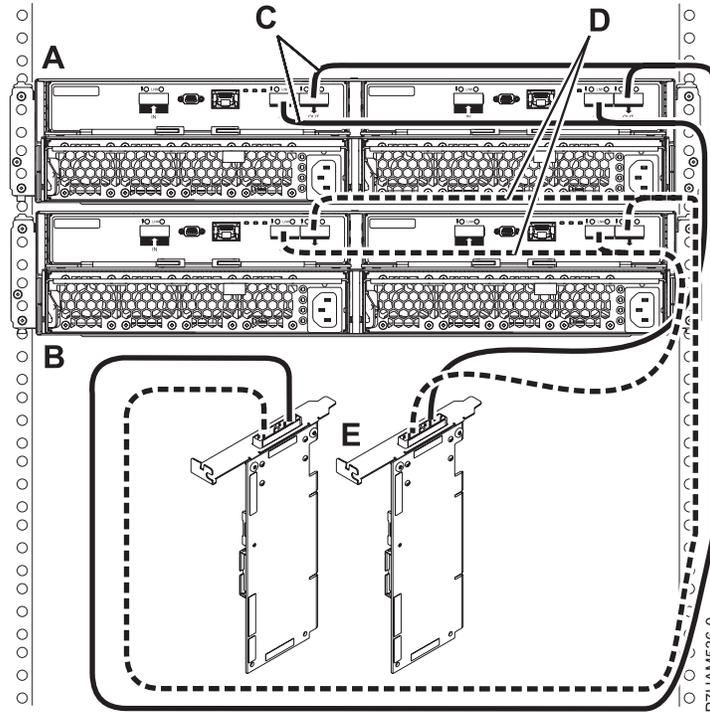

Figure 32. Mode 1 de connexion de deux boîtiers d'unité de disque 58/87 via des câbles YO à une paire d'adaptateurs SAS
- l. Effectuez la connexion de mode 1 de deux boîtiers d'unité de disque 58/87 (A et B) via des câbles YO (C et D) vers une paire d'adaptateurs SAS (E), comme illustré dans la figure 32, à la page 31.
- Chaque adaptateur SAS de la paire (C) peut accéder aux 48 baies d'unité.